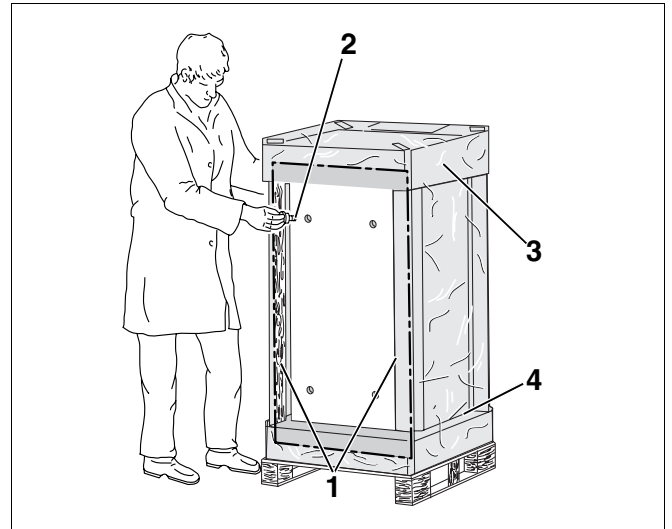

Abb. 3 Verpackungsfolie ausschneiden und Fußschrauben eindrehen
- Verpackungsfolie auf der Seite gegenüber des Aufklebers „Speicheroberseite“ ausschneiden (Abb. 3).
- Die 4 Fußschrauben (Abb. 3, **Pos. 2**) aus dem Lieferumfang des Heizkessels bis auf 15 – 25 mm eindrehen.
- Die beiden Holz-Eckleisten (Abb. 3, **Pos. 1**) an der Speicherunterseite entfernen.